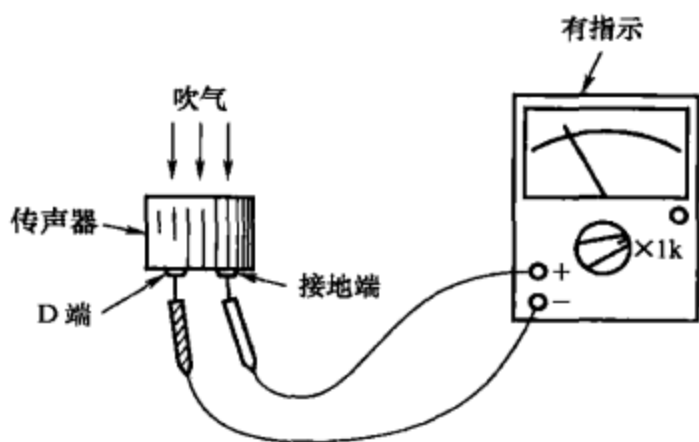

图 5-91
(1) 对于二端式驻极体传声器，万用表负表笔接传声器的 D 端，正表笔接传声器的接地端，如图 5-91 所示，这时用嘴向传声器吹气，万用表表针应有摆动。摆动范围越大，说明该传声器灵敏度越高。如果表针无摆动，说明该传声器已损坏。